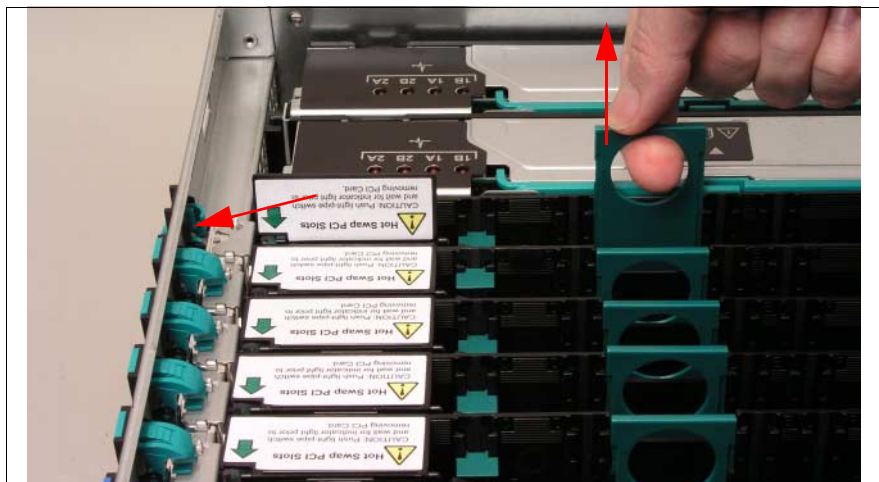

Ilustración 41: desbloquear el módulo PCI y retirarlo con el dispositivo de extracción
- ▶ Desinstale el módulo falso de la misma manera que el módulo PCI (véase la ilustración 41 en la página 101).
- ▶ Cierre el bloqueo (1) de la ranura (véase la ilustración 41 en la página 101), presionando el elemento de plástico verde desde el lado trasero hacia el interior de la caja hasta que encastre.